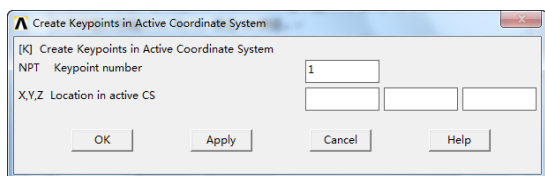

图 10-16 “Create Keypoints in Active Coordinate System”对话框
⑩创建 4 个关键点：Main Menu > Preprocessor > Modeling > Create > Keypoints > In Active CS，弹出如图 10-16 所示的“Create Keypoints in Active Coordinate System”对话框，在“Keypoint number”文本框中输入 1，单击“Apply”按钮，又弹出此对话框，在“Keypoint number”文本框中输入 2，在“X, Y, Z Location in active CS”文本框中分别输入“L、0、0”，单击“Apply”按钮，又弹出此对话框；在“Keypoint number”文本框中输入 3，在“X, Y, Z Location in active CS”文本框中分别输入“L、W、0”，单击“Apply”按钮，再次弹出此对话框；在“Keypoint number”文本框中输入 4，在“X, Y, Z Location in active CS”文本框分别输入“0、W、0”，单击“OK”按钮。